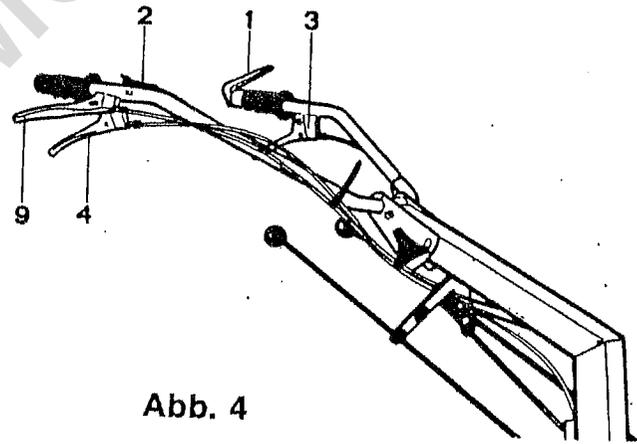
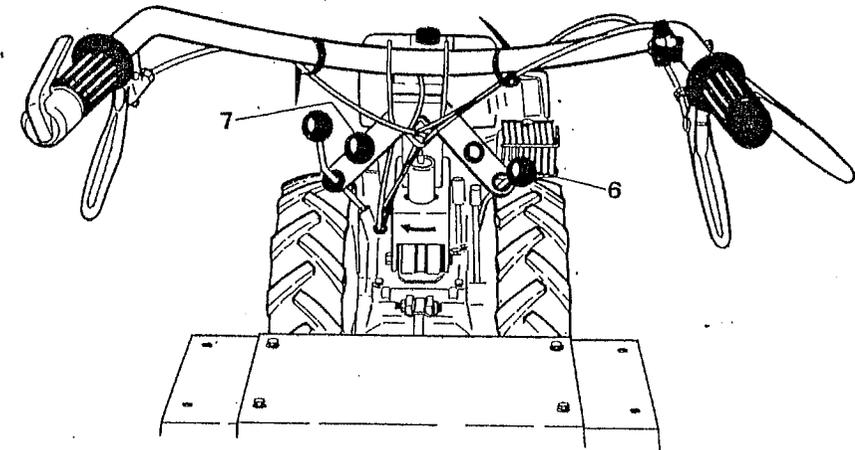

Abb. 4
Abb. 8
2. Gashebel (2 Abb. 4) auf Mittelstellung.
Mit Schaltstange (6 Abb. 8) erfolgt die Gangwahl:
Mit Schaltstange (7 Abb. 8) erfolgt die Betätigung des Wendegetriebes:
Gashebel (2 Abb. 4) sollte bei Betätigung der Schaltstange zunächst in Leerlaufstellung gebracht werden.
Kupplungshebel (3 Abb. 4) ziehen und den gewünschten Gang mittels Schaltstange (6 Abb. 8) einlegen.
Mit Gashebel (2 Abb. 4) gewünschte Geschwindigkeit innerhalb der Gangabstufung regulieren.
Mit dem Hebel (4 Abb. 4) können die beiden Räder ausgekuppelt und frei gedreht werden. Dadurch ist das Fahren bei abgestelltem Motor möglich.